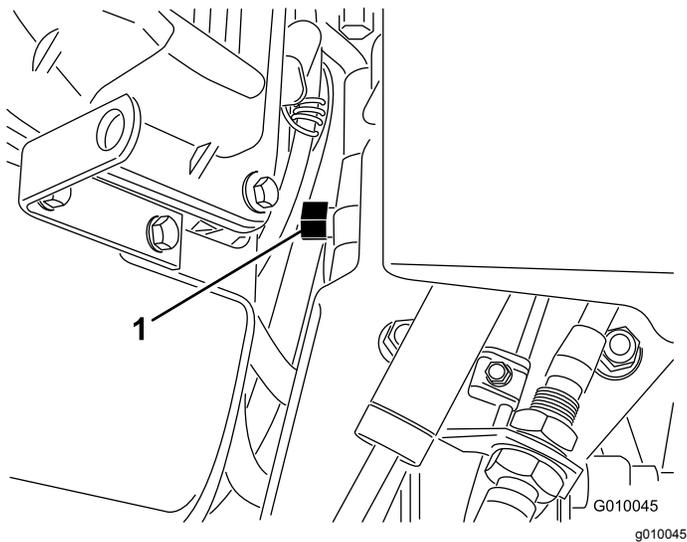

Figura 31
2. Individuate la valvola di bypass tra il motore e la pompa idrostatica (Figura 31).
3. Con una chiave da $\frac{5}{8}$ " fate compiere 1 giro in senso antiorario alla valvola di bypass. Ciò consente al fluido idraulico di bypassare la pompa, consentendo alle ruote di girare (Figura 31).
5. Per utilizzare nuovamente la macchina, ruotate la valvola di bypass in senso orario di 1 giro (Figura 31).